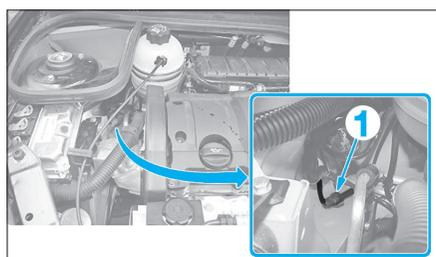

Fig. 27
- Débrancher le connecteur (1) (Fig.27).